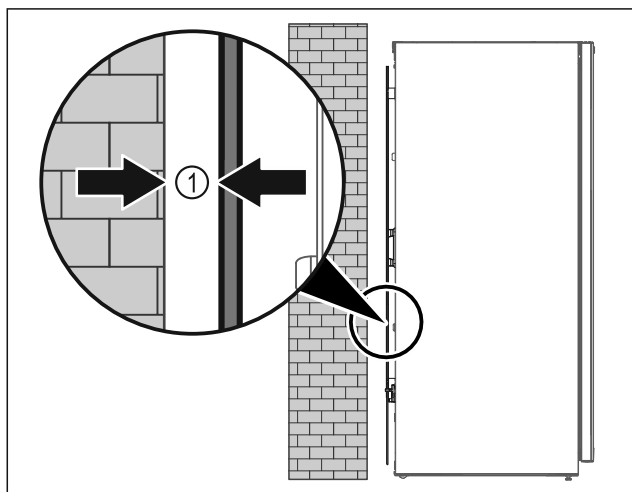

Fig. 4
- Apparaat ofwel vrij in de ruimte of direct tegen een wand met een minimumafstand van 5 mm *Fig. 4 (1)* opstellen.